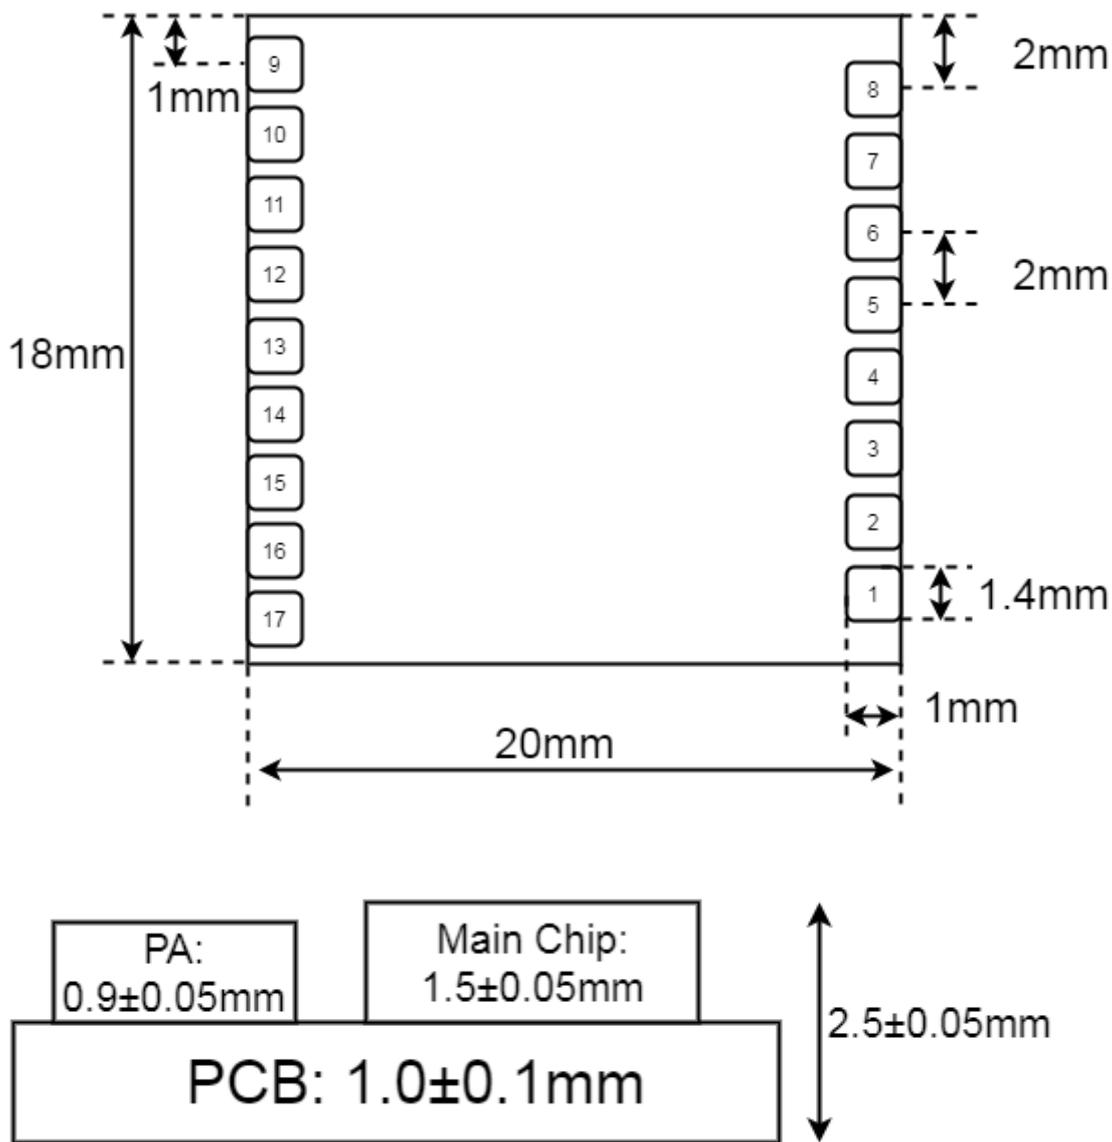
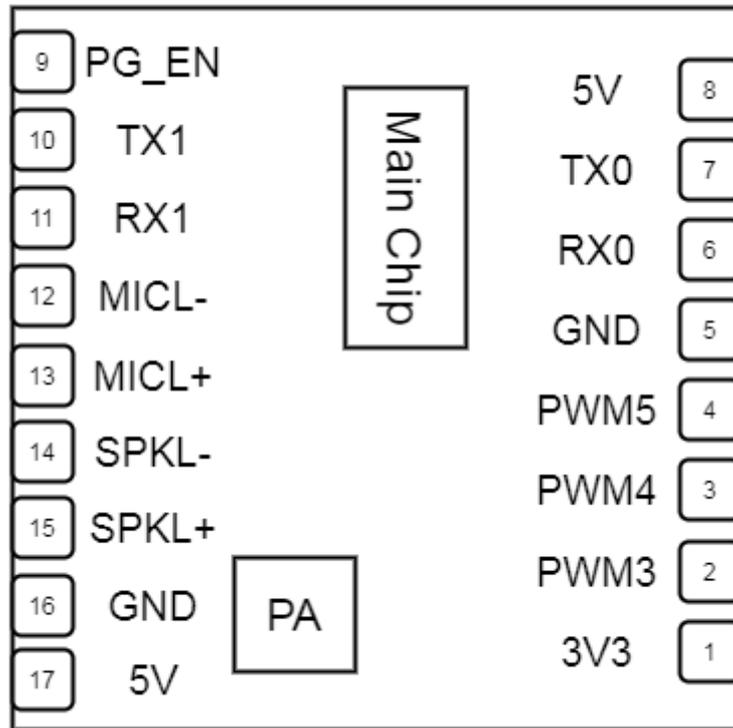

图5 模块尺寸图
图6 模块引脚图
如图5所示，用户可根据此尺寸设计结构。
3. 底板请在串口电路串接100欧电阻，若为5V电平信号，需在串口增加上拉10k电阻到5v电源。UART0接口可用于模块固件升级，底板上请设计对应的插针方便后续升级；UART1接口与主控MCU通讯，PWM信号主要应用于灯控和红外控制信号的收发，引脚顺序请参考图5和图6。本模块的所有UART接口均可配置为GPIO口。